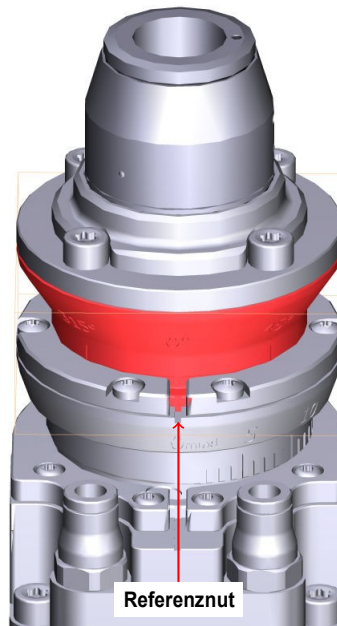

Abbildung 4.20.: Stellring für die Drehung
4. Lösen Sie die 6 Schrauben (Torx key, Größe 10), die in Abbildung 4.19 auf Seite 33 rot markiert sind, so dass sich der Stellring aus Abbildung 4.20 auf Seite 33 drehen lässt.